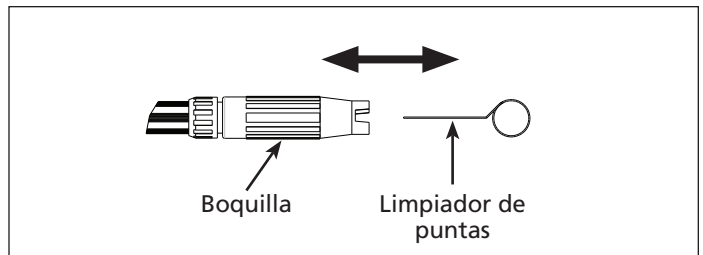

Figura 23
- Usando el limpiador de puntas que se incluye, o un sujetador de papeles desdoblado, introduzca el alambre en el orificio de la boquilla y muévalo hacia adelante y hacia atrás hasta quitar la obstrucción (vea la figura 23).